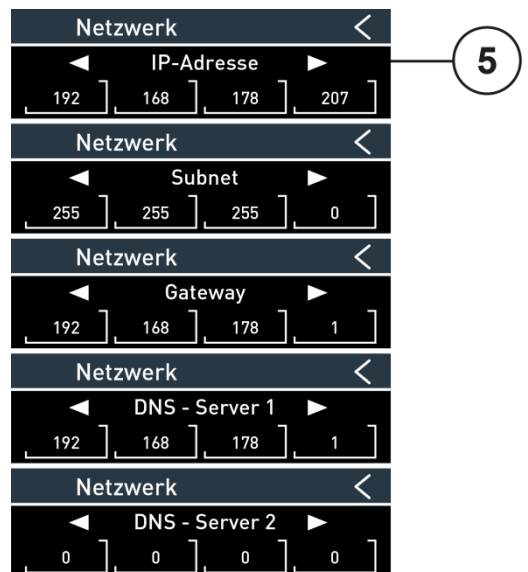

Abb. 18: Adressen ändern
- ▶ Tippen Sie auf den *Vorwärts-Blättern-Button* **(5)**, um die Adresse des *Subnetz*, des *Gateway*, des *DNS-Server 1* und des *DNS-Server 2* zu ändern (Abb. 18).